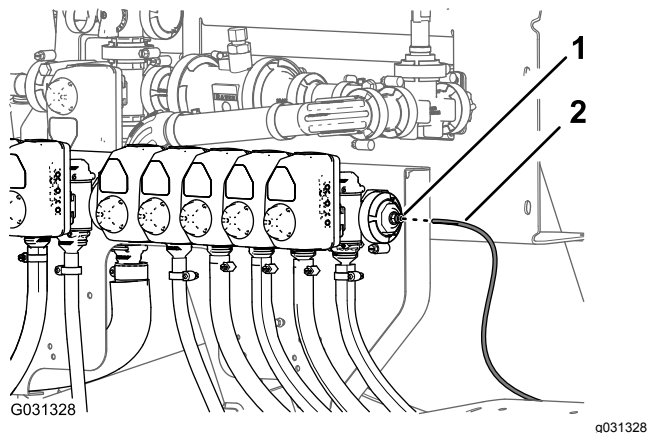

Figura 139
1. Allineate l'estremità del tubo di rilevamento della pressione (in plastica) per il manometro del cruscotto al collare di sicurezza per l'accoppiatore del tubo (Figura 139).
2. Inserite il tubo di rilevamento nel collare di sicurezza fino a quando non è completamente in sede (Figura 139).